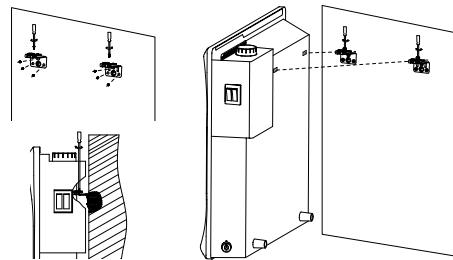

Рис. 5
5. Просверлите отверстия необходимого диаметра по меткам крепления, вставьте дюбели\*, приложите кронштейны и закрутите установочные винты\*, закрепив тем самым кронштейн на стене (см рис. 5).
6. Ослабьте крепежные винты в верхней части кронштейнов и установите конвектор на кронштейн, соединив 2 щелевых отверстия на задней части конвектора с 2 выступами на кронштейнах (рис. 5).